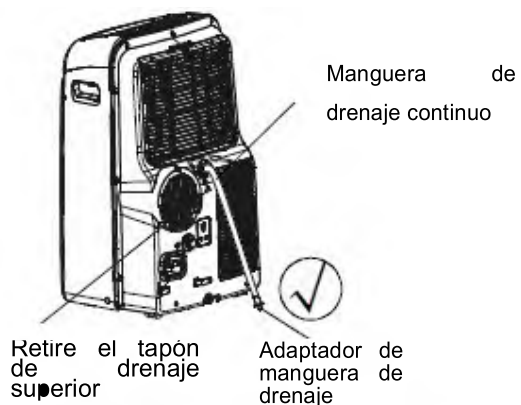

Fig.20a
- En los modos de deshumidificación, retire el tapón de drenaje superior de la parte posterior de la unidad, instale el conector de drenaje (reparador hembra de 5/8" universal) con manguera de 3/4" (adquirida localmente). Para los modelos sin conector de drenaje, sólo conecte la manguera de drenaje al orificio. Coloque el extremo abierto del adaptador de manguera directamente sobre el área de drenaje en el piso del sótano. Por favor, consulte la Fig.20a.
NOTA: Asegúrese de que la manguera es segura de manera que no haya fugas. Apunte la manguera hacia el desagüe, asegurándose de que no existan dobleces que detengan el flujo de agua. Coloque el extremo de la manguera en el desagüe y asegúrese de que el extremo de la manguera está hacia abajo para permitir que el agua fluya sin problemas. (Véase la Fig.20a, 20b, 21a). nunca deje hacia arriba. (Véase la Fig.21b).